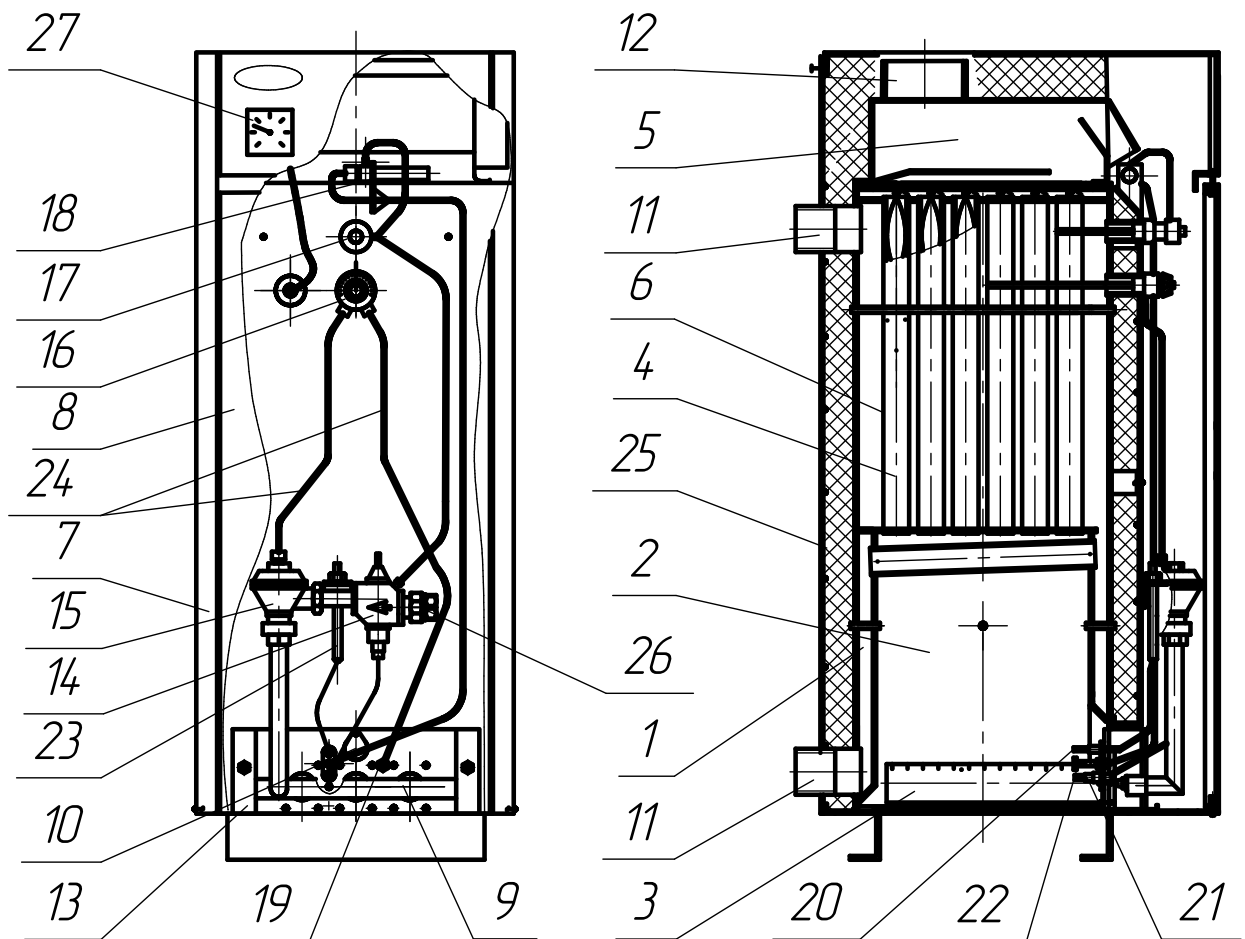

Рисунок 1.
Котел выполнен в виде напольного шкафа прямоугольной формы, лицевая сторона которого закрыта дверкой 8 (Рис.1,2,3,4), которая обеспечивает доступ для запуска котла в работу.
Автоматика безопасности и регулирования “КАРЕ” (Рис.1), состоит из: термоэлектроманнитного - 14 и мембранного - 15 клапанов, зажигающей горелки-22, термодары - 21, эвакуационной горелки - 19, терморегулятора с шкалой указателя температуры - 16, датчика тяги - 18, соединительных трубок - 24, датчика от закипания воды -17, который служит для аварийного отключения автоматики безопасности и регулирования при достижении теплоносителем температуры 95°С.
Датчик тяги устанавливается перед газоходом котла и присоединяется через датчик от закипания к термоэлектроманнитному клапану и зажигающей горелке соединительными трубками, как показано на Рис.1 и 2. В случае нарушения тяги в дымоходе датчик срабатывает, и прекращается подача газа на основную и зажигающую горелку.
7.8.1. При применении автоматики «КАРЕ» (Рис.1) необходимо: